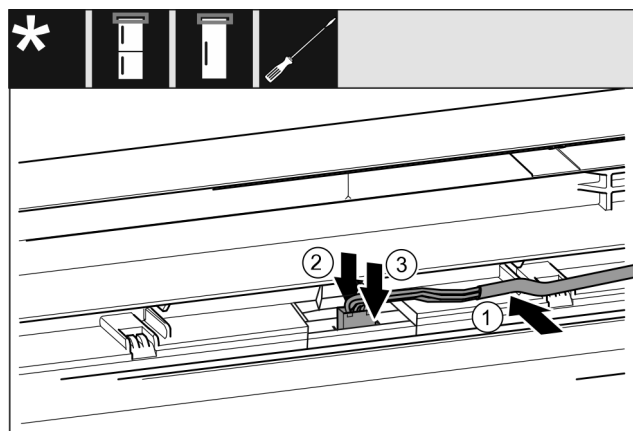

Fig. 39 Combinazioni frigorifero/congelatore / congelatori / refrigeratori
- Inserire il cavo Fig. 39 (1) nella guida nella porta superiore.
- Spingere il naso di arresto Fig. 39 (2) all'indietro.
- Innestare la spina Fig. 39 (3).